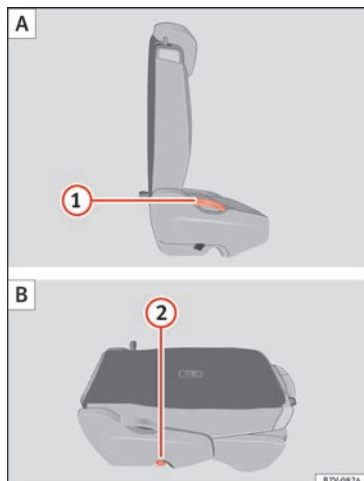

Fig. 162 Segunda fila de asientos: pliegue el asiento trasero A, asiento trasero como superficie de carga B.
- Retire los objetos de la zona reposapiés situada delante y detrás del asiento trasero » ①.
- Tire de la palanca » fig. 162 ① hacia arriba y pliegue el respaldo hacia delante. La banqueta completa se pliega hacia delante » △.
- Baje el respaldo plegado hacia delante hasta que esté encastrado en la posición de la superficie de carga » fig. 162 B.
- Tire de la palanca » » » fig. 162 ❶ hacia arriba y coloque el respaldo en vertical. El asiento completo se pliega hacia atrás.